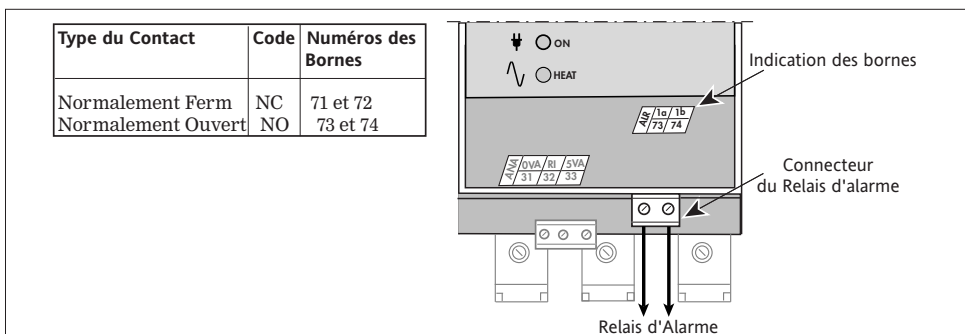

Figure 2-9 Exemple de branchement du contact du relais d'alarme
**Important !** Le type de contact (fermé ou ouvert en alarme) détermine les numéros des bornes suivant la Norme EN 60947-4-3 (comme indiqué sur la figure 2-9).